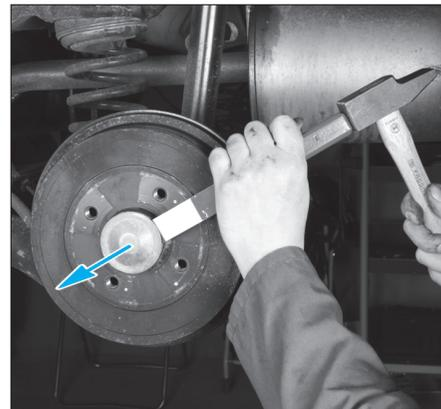

Fig. 14
- le capuchon du moyeu (Fig.14),